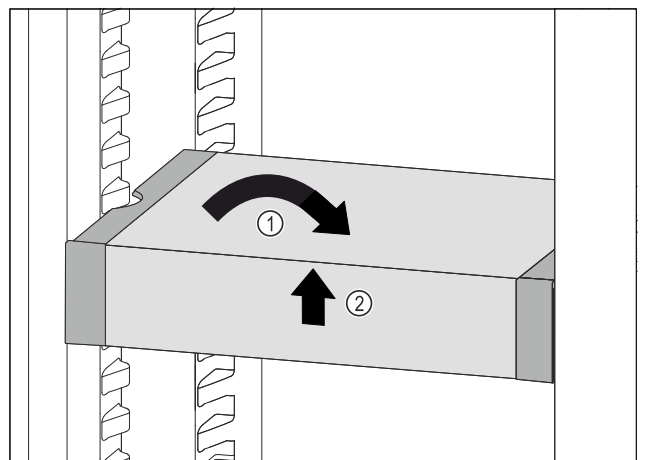

Fig. 64
- ▶ Coloque el VarioSafe en posición recta. Fig. 64 (1)
- ▶ Levante el VarioSafe por la parte delantera. Fig. 64 (2)